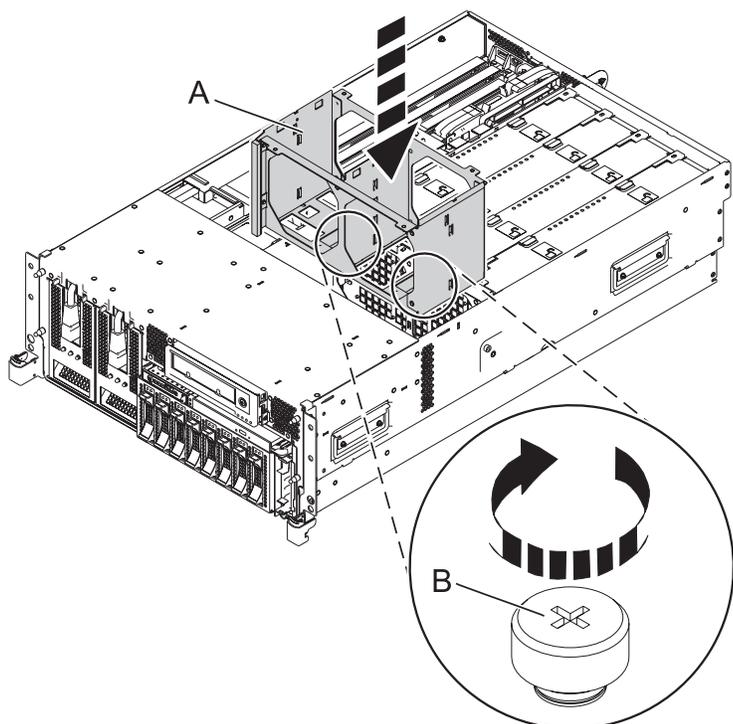

Figura 15. Substituir a caixa da ventoinha
9. Substitua o dispositivo de suporte Slimline inserindo-o na ranhura e colocando-o até que a patilha (B) fique bloqueada, como mostra a figura seguinte.
- a. Para substituir a caixa da ventoinha (A), alinhe os pinos localizadores pelos orifícios e aperte os dois parafusos de orelhas (B), como está demonstrado em Figura 15.